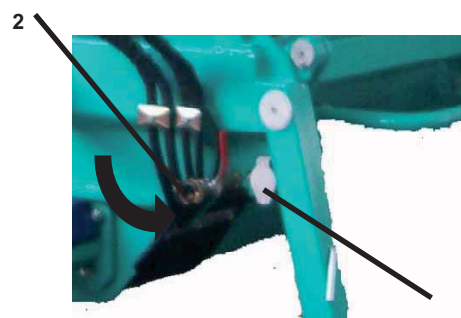

Fig. 6
Se presente (sempre presente nella versione per autolivellanti) collegare il comando a distanza alla apposita presa (Fig. 6, Rif. 1).
Dopo aver piazzato la macchina, preparare tre o quattro secchi di boiaccia (50% acqua, 50% cemento o calce). Versare la boiaccia nella tramoggia della macchina o, nel caso si utilizzino prodotti coloranti direttamente nella tubazione della macchina prima di collegarla. In quest'ultimo caso versare in tramoggia circa 30-40l di prodotto colorato. Prendere i tubi del materiale, controllare che siano in buono stato, che i raccordi siano integri e le relative guarnizioni presenti, collegarli al collettore di mandata e alla lancia spruzzatrice. Controllare che le leve a camme (A) dei raccordi siano correttamente serrate e che la guarnizione (B) sia presente come in Fig. 5a. Chiudere il rubinetto dell'aria della lancia spruzzatrice (Fig. 7, Rif. 1). Aprire il rubinetto dell'aria alla macchina (Fig. 6, Rif. 2). Controllare che le leve del distributore (Fig. 8, Rif.1-2-3) siano tutte in posizione centrale.